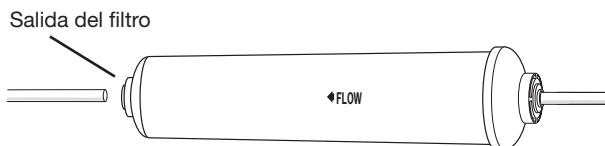

Figura 4
- Vuelva a cerrar el suministro de agua. Remítase a la sección “Utilización de los accesorios de presión” e inserte el tubo de suministro de agua que viene del refrigerador al accesorio de salida (ver Figura 4).